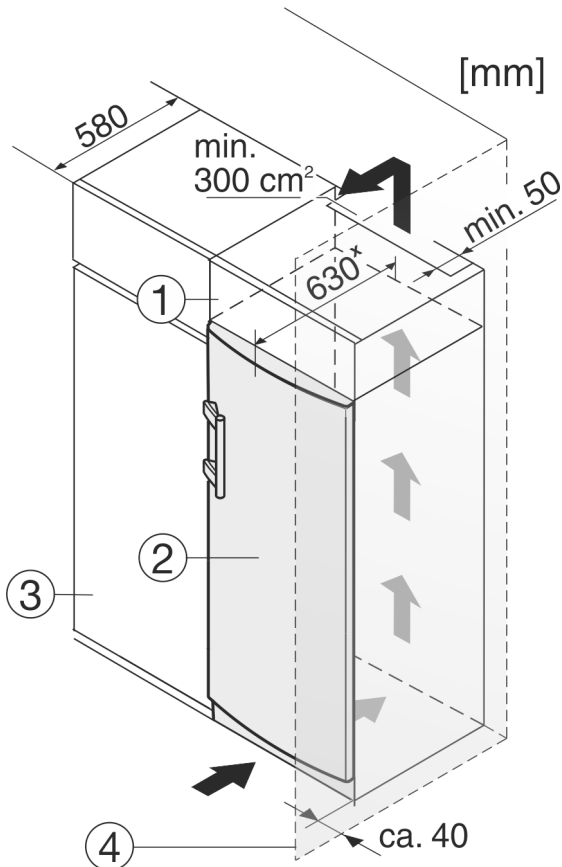

Fig. 12
Prietaisą galima montuoti į virtuvės spinteles. Norint prietaisą Fig. 12 (2) priderinti prie nišos aukščio, virš jo galima įrengti uždedamą spintelę Fig. 12 (1).
Kai prietaisas montuojamas į virtuvės spinteles (maks. gylis 580 mm) tuomet prietaisą statyti tiesiog šalia virtuvės spintos Fig. 12 (3). Prietaisas išsikišęs iš už virtuvės spintos priekinės dalies 34 mm \* šonuose ir 50 mm \* prietaiso viduryje.
Jei prietaisas su lankstais statomas greta sienos Fig. 12 (4), mažiausias atstumas tarp prietaiso ir sienos turi būti 40 mm. Tai atitinka rankenų išsikišimą esant atvertoms durims.